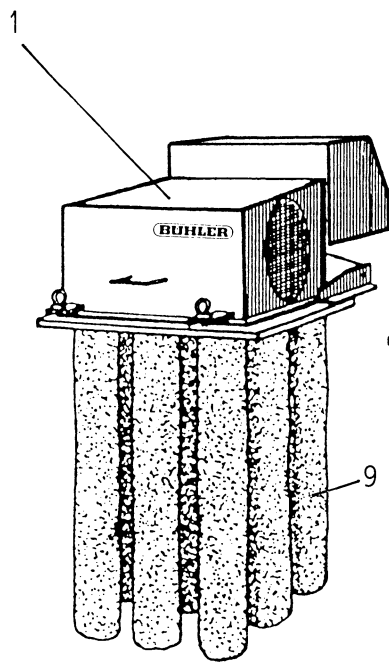

Fig. 1
1.2 Ausführungsarten (Siehe Fig. 1 bis 4)
- Die Filter können über Silos und Bunker ohne Filtergehäuse (2) montiert werden. (Siehe Fig. 1)